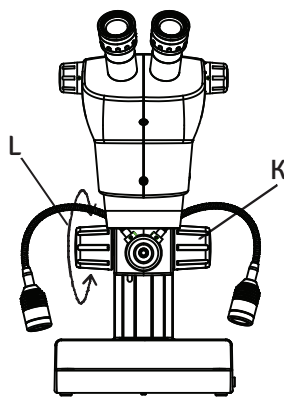

Fig.12
1. Sujete firmemente el mando derecho como se muestra en (K). Consulte la Fig. 12.
2. Gire el mando izquierdo (L) en sentido horario para aflojar el par del mecanismo de enfoque del microscopio.